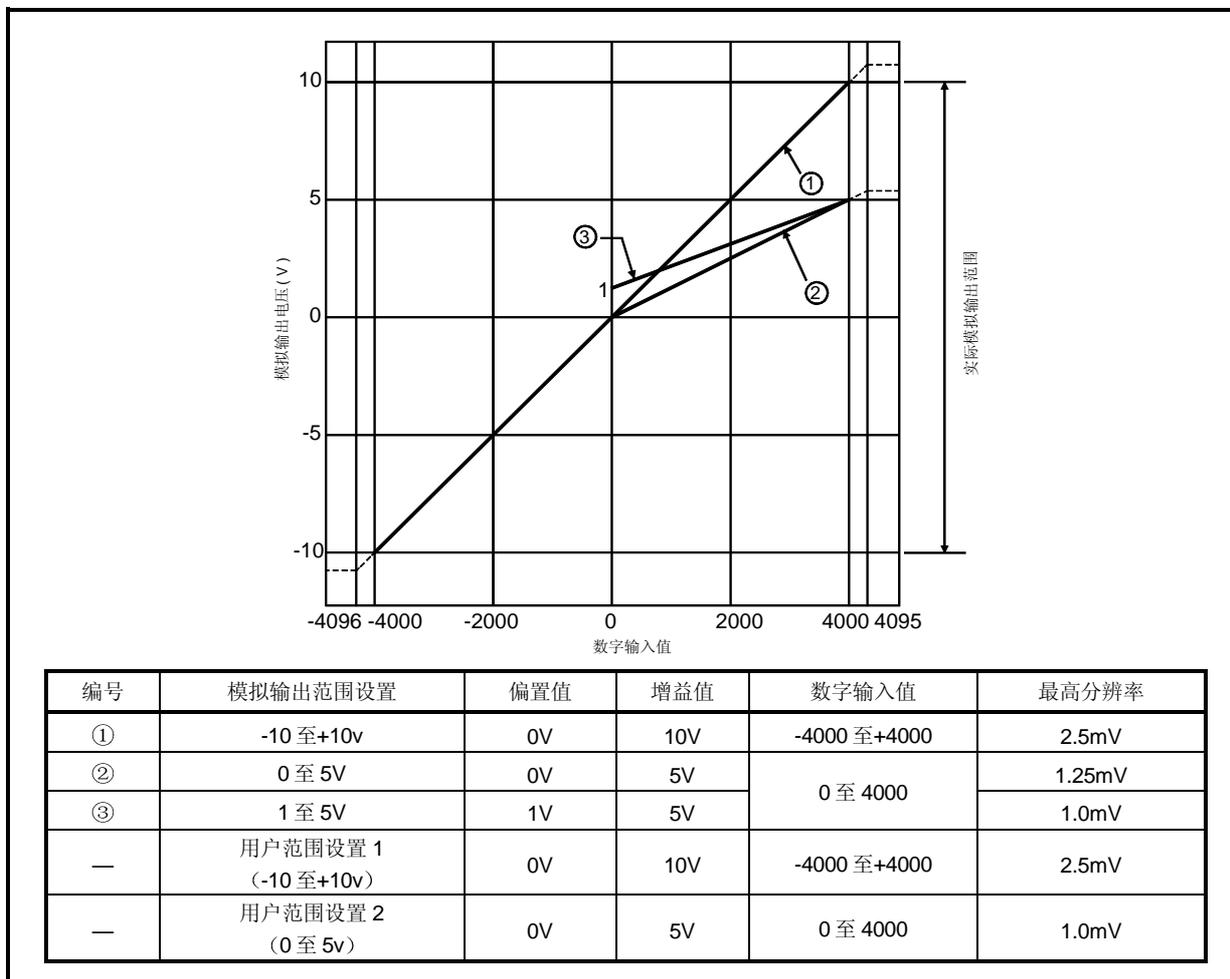

图 3.1 电压输出特点
- (1) 在每个输出范围的数字输入和模拟输出范围内，最高分辨率和精度都在性能规格范围之内。但是，超出那些范围，它们就不再在性能规格范围之内。（不要使用图 3.1 中的虚线部分。）
- (2) 在满足下列条件的范围内设置用户范围设置的偏置值和增益值：